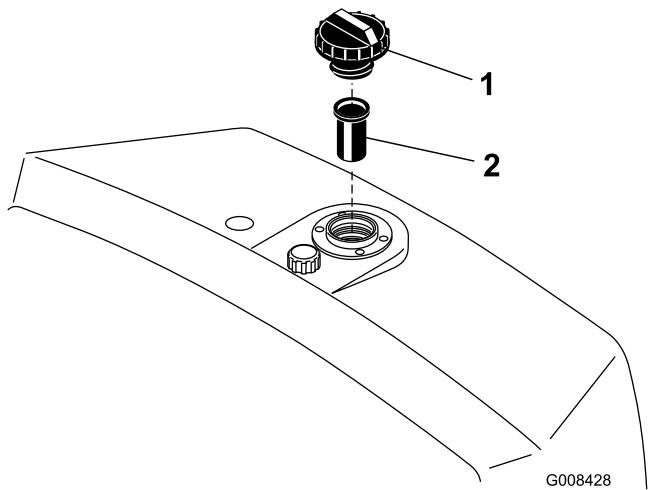

Figura 33
2. Togliete il tappo dal serbatoio e controllate il livello del fluido. Il fluido deve raggiungere la base del filtro presente nel collo del bocchettone di riempimento (Figura 33).